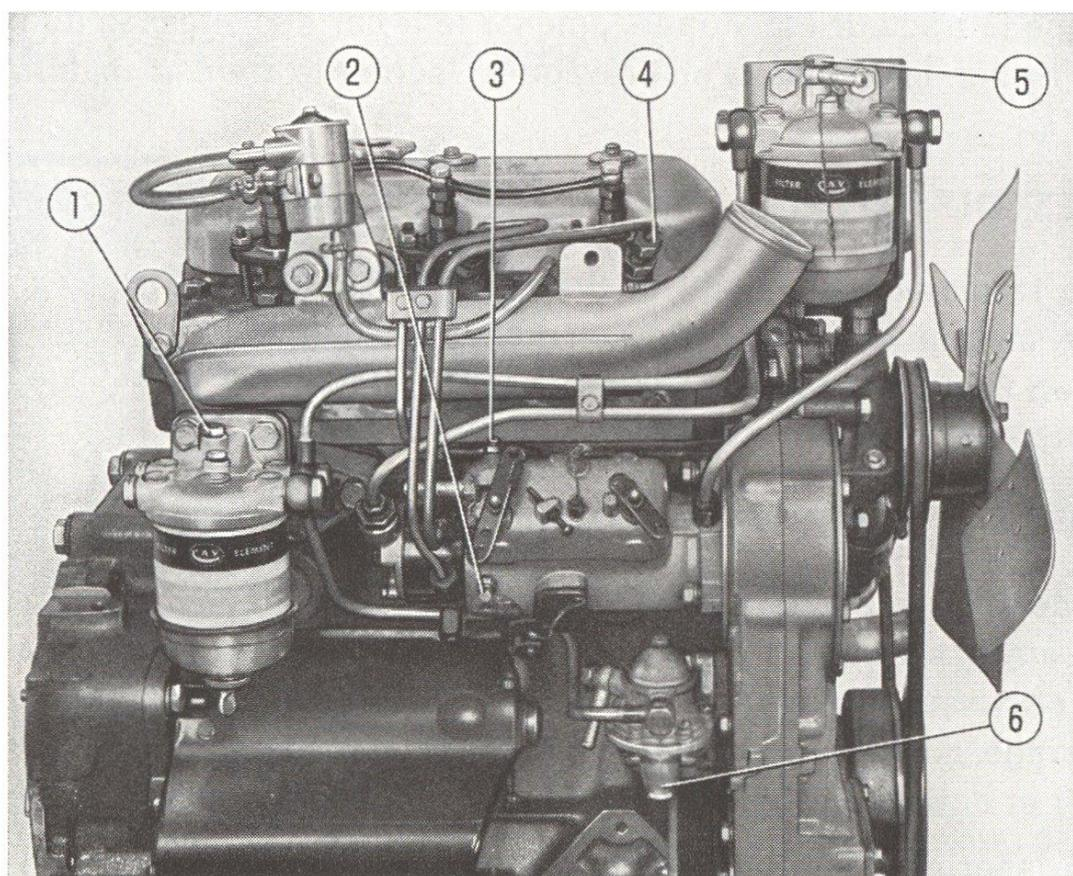

Fig. 9. - Purge du circuit de combustible.
3. Si le tracteur est resté longtemps au repos, ou bien quand on le met en marche la première fois par basse température, donner une vingtaine de coups avec le levier d'amorçage de la pompe d'alimentation (fig. 9).
L'entrée d'air dans le circuit d'alimentation se vérifie pendant les longs arrêts du tracteur, quand on démonte les filtres et les canalisations et quand le gas-oil a été épuisé. La présence d'air rendant le démarrage difficile, il faut donc l'évacuer. Après avoir rempli le réservoir et ouvert le robinet de ce dernier procéder comme suit (fig. 9):